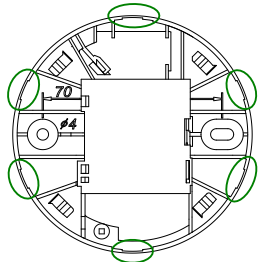

Рисунок 3 – Вид со стороны монтажа
- 4.3 В основаниях W1.03, W1.06, BW1.03, BW1.031, BW1.13 перед монтажом необходимо подготовить отверстия для ввода кабеля линии связи, для чего следует удалить перегородки, отформованные в виде утончений в стенке корпуса (рисунок 3).